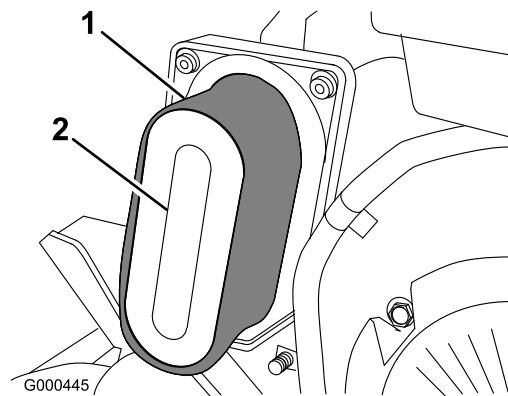

Figura 29
3. Si el elemento de gomaespuma está sucio, sepárelo del filtro de papel (Figura 29). Límpielo a fondo.